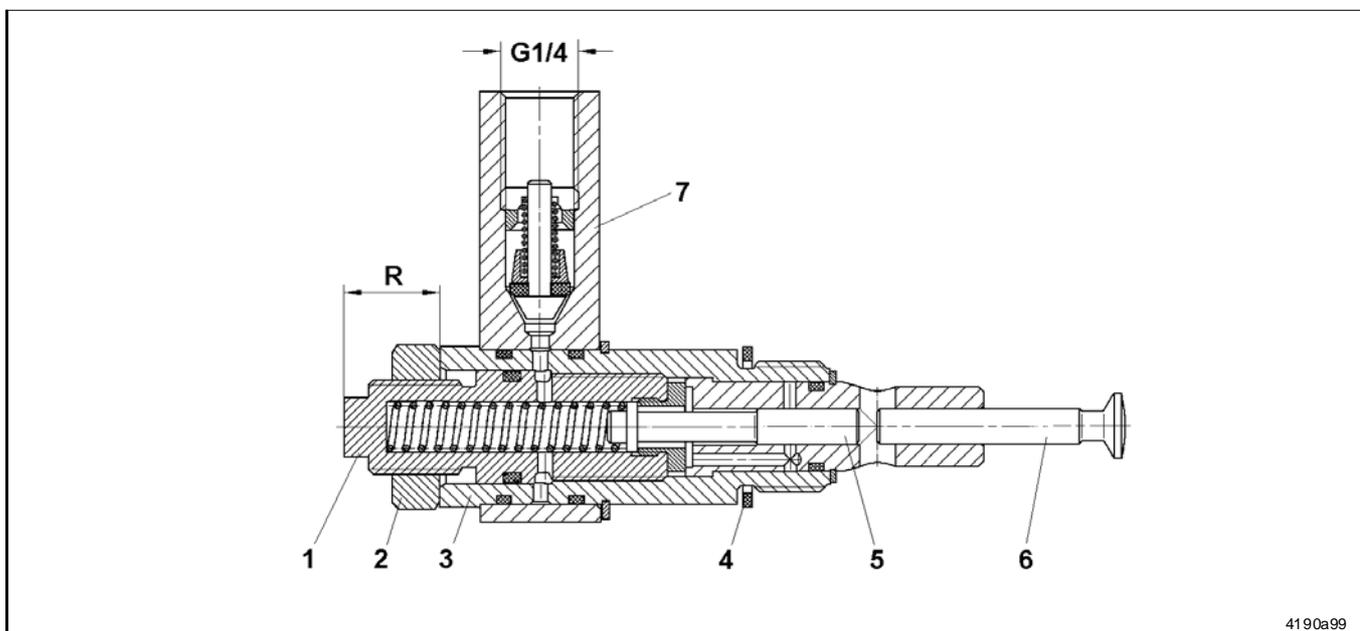

Abb. 4 Pumpenelement mit Schnittbild
- ➔ Die Gegenmutter (2, Abb. 4) lockern, dabei die Einschraubhülse (3) mit einem zweiten Schlüssel festhalten.
- ➔ Regulierspindel (1) mit einem Schlüssel SW 10 drehen:
- Das Maß "R" in Abb. 4 gibt die ungefähre Größe der Fördermenge an:
- ➔ Nach der Einstellung Gegenmutter (2) kontern. **Anzugsdrehmoment max. 12 Nm.**
- Das Pumpenelement zunächst von Hand einschrauben und dann mit einem Gabelschlüssel am Einschraubzapfen (Pos. 3, Abb. 4, Seite 10) anziehen. Anzugsdrehmoment: 30 - 35 Nm
- Gabelschlüssel am Einschraubzapfen des Pumpenelementes (Pos. 3, Abb. 4) ansetzen und das Pumpenelement vorsichtig herausschrauben.